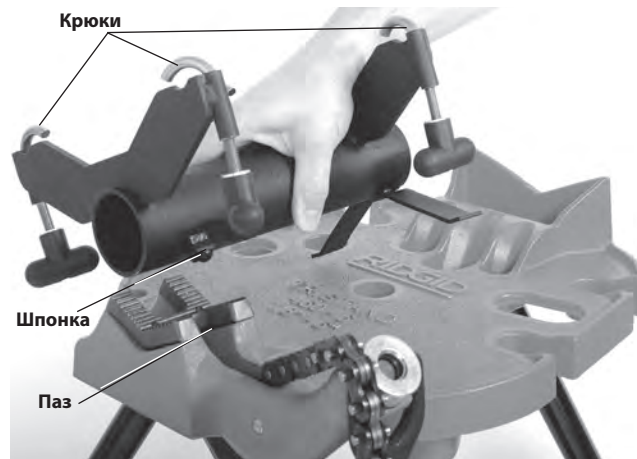

Рис. 8 – Монтаж держателя на тиски
2. Установите цилиндрический корпус держателя в V-образные губки тисков, как показано на Рис. 8. Вставьте шпонку в паз в губках тисков, чтобы обеспечить правильное расположение и устойчивость.